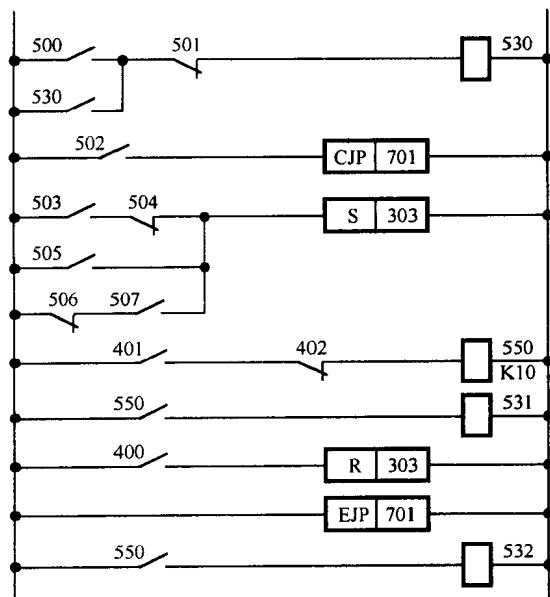

图 14.2.4
2. 图 14.2.4 所示的梯形图为一完整的控制程序，试用 F-40M 型 PLC 的指令写出其指令语句表。